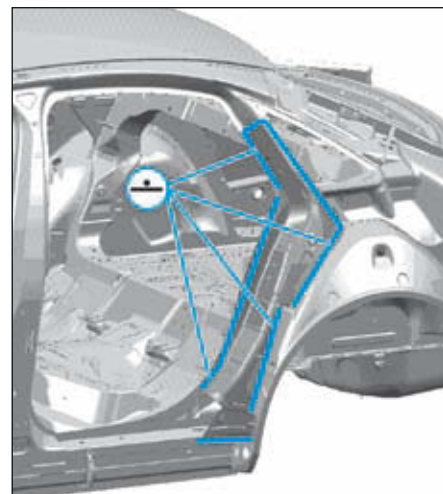

FIG.126
- Ajuster et souder comme illustré (Fig.126).